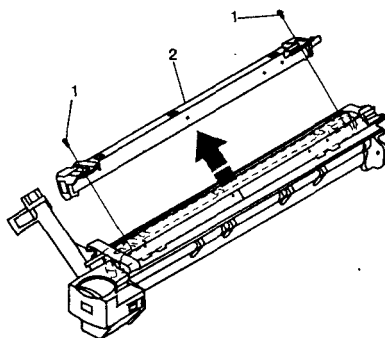

Рис. 7.21
- отвинтите винты 1 (рис. 7.21) главного коротрона 2 и снимите его;